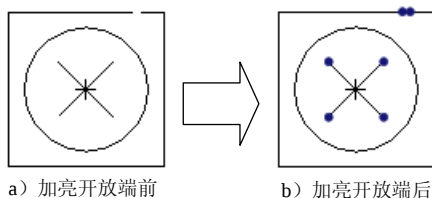

图 4.8.2 加亮开放端
Step2. 选择命令。选择下拉菜单 **草绘(S)** → **诊断** → **加亮开放端点** 命令（或在工具栏中单击“加亮开放端点”按钮），系统自动加亮图 4.8.2 所示的各个开放端点。